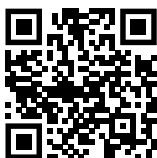

Fig. 133
- Zaženite aplikacijo Liebherr SmartMonitoring Dashboard. (glejte Fig. 133)